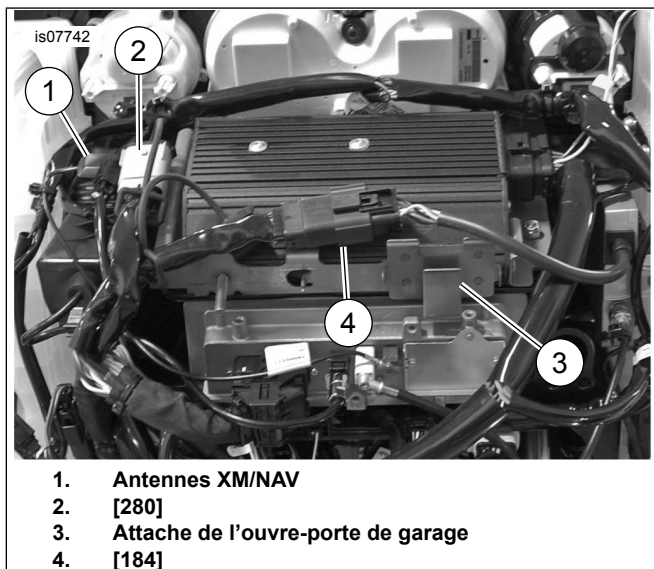

Figure 7. Déplacement du connecteur
- Consultez Figure 7 . Insérez les ancrages de connecteur de [184] et [280] dans le support de l'amplificateur et, le cas échéant, remplacez les antennes SiriusXM et NAV.
10. Consultez Figure 7 . **Modèles équipés de SiriusXM** : déplacez l'antenne SiriusXM avec le support et les instructions de ce kit. Installez le fusible principal et vérifiez le fonctionnement de la radio.